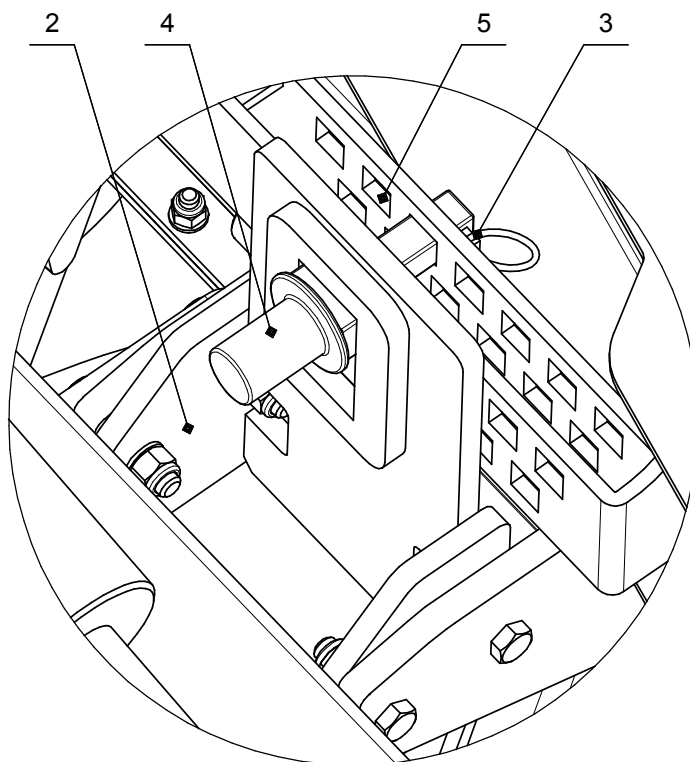

Рис.3-Регулировка смещения дисковых рядов дисковой почвообрабатывающей машины ДПМ-7500 "Универсал" / "Универсал Т"
Смещение рядов дисков осуществляется с помощью эксцентрикового пальца (Рис.3 поз.4)
Для регулировки по обеим сторонам крыльев предусмотрены пластины с 13-ю квадратными отверстиями (Рис.3 поз.5)
1. Ослабить пружинное кольцо и убрать штырь (Рис.3 поз.1).
Ряды дисков сдвигаются таким образом, что освобождаются все 13 отверстий (Рис.3 поз.5).
3. Ослабьте пружинный фиксатор (Рис.3 поз.3) эксцентрикового пальца.
4. Поставьте эксцентриковый палец (Рис.3 поз.4) в нужное отверстие (Рис.3 поз.5).
6. Закрепите штырь пружинным кольцом (Рис.3 поз.1)